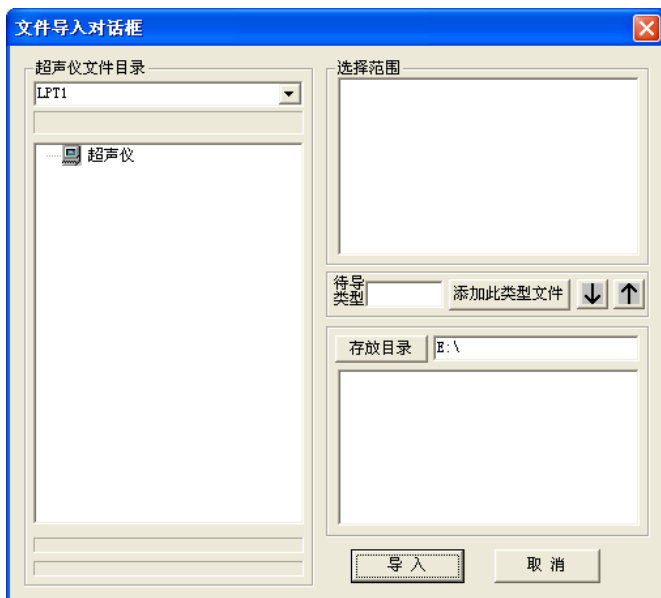

图 6.15 文件导入对话框
1) 将超声仪机内数据传输到计算机以进行进一步分析，传输操作界面如图 6.15。